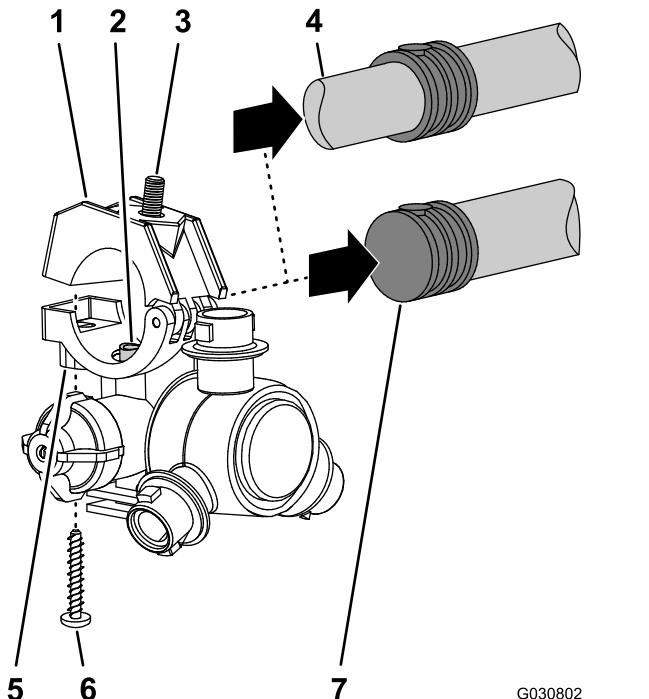

Figura 119
- Lavorando con gli 8 ugelli dell'irroratrice rimossi al passaggio **1**, rimuovete le viti in acciaio inox (n. 12 x 1¼") che fissano le metà superiori delle fascette e i portagomma dentellati singolo o doppio (¾") al corpo di ciascun ugello dell'irroratrice e rimuovete i portagomma dentellati (**Figura 119**).